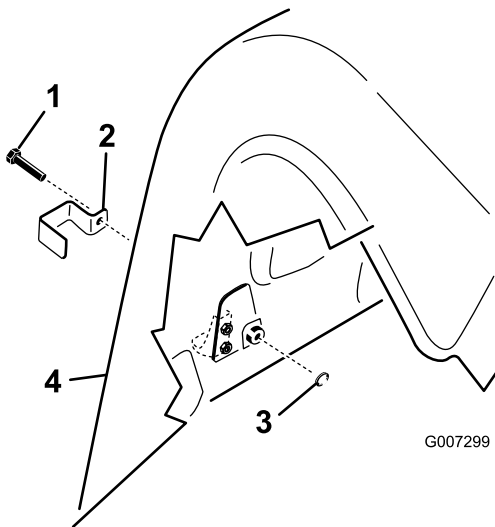

Figura 18
1. Sul modello ProCore 864, montate una staffa di chiusura sui fermi sinistro e destro del cofano posteriore inferiore e del cofano superiore con un bullone senza dado (4 in tutto); fate riferimento alla Figura 18.
2. Sul modello ProCore 1298, montate una staffa di chiusura su tutti i fermi del cofano posteriore inferiore e sul fermo esterno del cofano superiore sulle coperture posteriori sinistra e destra con un bullone senza dado (3 per testa di carotaggio, 6 in tutto); fate riferimento alla Figura 18.
3. Mediante una pinza o una chiave regolabile montate una rondella di bloccaggio interna su ogni bullone (1-2 filetti) per fissare il fermo (Figura 18).